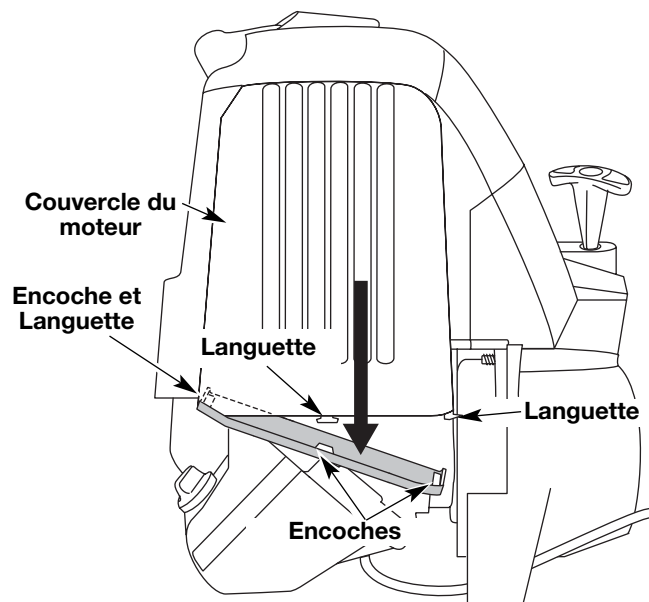

Fig. 34
1. Retirez le couvercle du silencieux en appuyant sur le coin à l'aide d'un tournevis à lame plate (Fig. 34). Glissez les encoches sur les côtés du couvercle par-dessus les languettes du couvercle du moteur et retirez le couvercle.
- 13. Remplacez le couvercle du silencieux. Glissez avec un déclit les encoches sur les côtés du couvercle par-dessus les languettes du couvercle du moteur (Fig. 34).